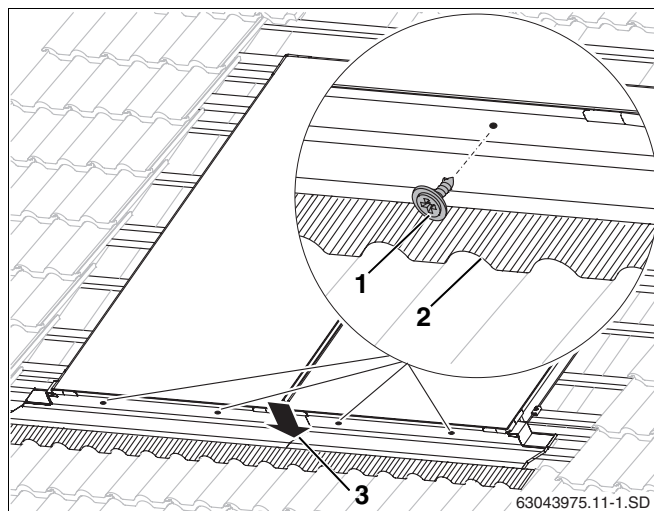

Рис. 48 Крепление нижних листов
- Закрутить саморезы (длиной 12 мм, рис. 48, поз. 1) с уплотняющими шайбами.
- Прижать верхний лист к нижнему (рис. 48, поз. 3).
- Осторожно подогнать фартуки в передней зоне контура черепицы (рис. 48, поз. 2).